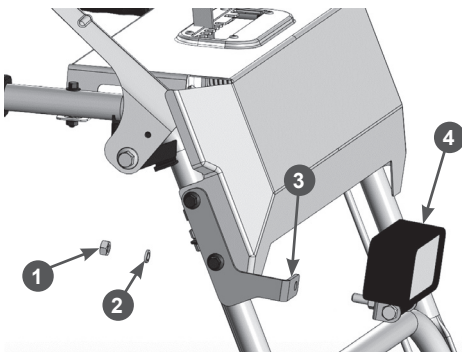

Рис. 16. Установка фары
- Закрепите фару 4 на кронштейне 3, как показано на Рис. 16. Далее, установите пружинную шайбу 8 и закрутите гайку М8. Момент затяжки 2 кгс·м. Проложите провод по стойке руля-ток.